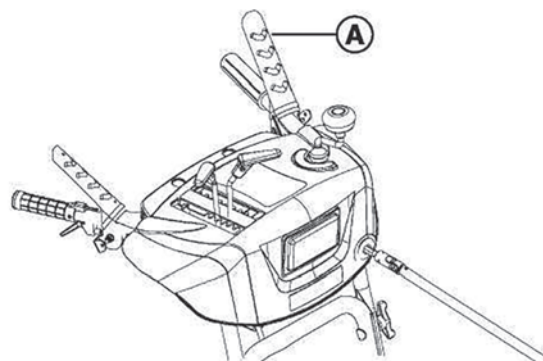

Рис. 9
1. Нажмите и удерживайте рычаг управления шнеком (A, Рис. 9), чтобы включить шнек или крыльчатку.